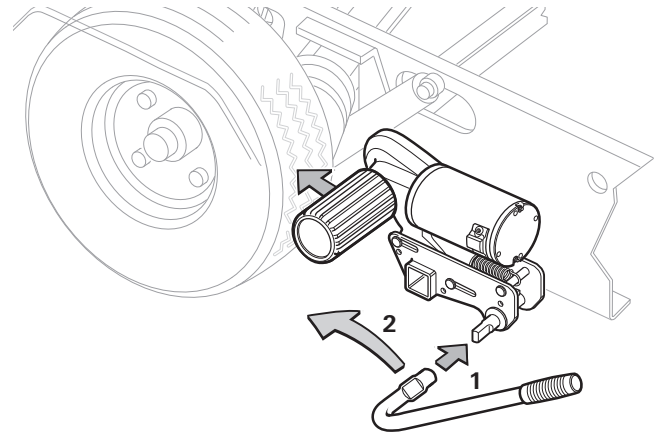
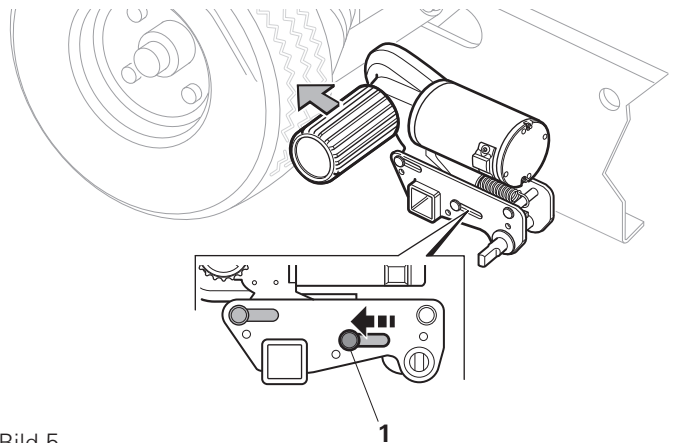

Bild 4
Bild 5
- Sätt fast manöverarmen på kopplingsaxeln (bild 4 - 1).
- Vrid manöverarmen i pilriktningen (mot fordonshjulet) (bild 4 - 2) tills positionsindikatorn i huset pekar mot "√" (bild 5 - 1). I slutläget hakar drivenheten fast ordentligt och drivhjulerna trycks in ca 20 mm i däck. Kontrollera detta på båda sidorna före rangeringen.